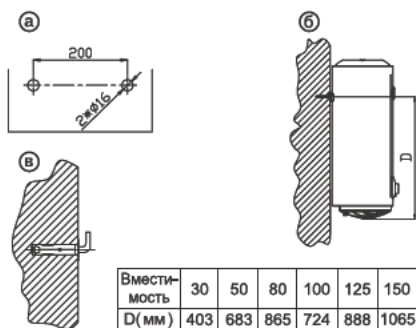

Рис. 2
2. После выбора места монтажа определите места под два крепежных болта с крючками (в зависимости от спецификаций выбранного изделия). Электродрелью просверлите два отверстия в глухой стене диаметром 16 мм на расстоянии 200 мм. Расстояние между отверстиями выдержать в соответствии с рисунком 2а. При определении высоты отверстий необходимо учесть положение на стене водопроводных соединений, тип водопроводных труб и расстояние от крепления до низа нагревателя (см. рис. 2б).
3. Вставить распорные болты в отверстия и убедиться, что крюк направлен вверх (см. рис. 2в).